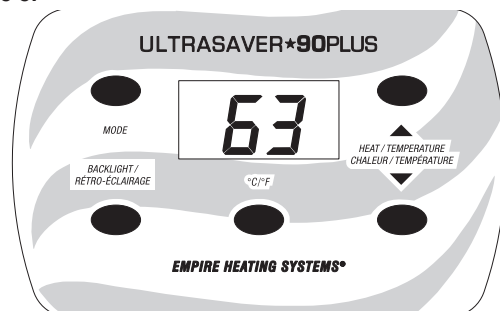

Figure 8
1. Pour contrôler l'appareil de chauffage en mode Local (thermostatique), appuyer trois fois sur le bouton Mode Select du panneau d'affichage depuis le mode Arrêt (Off). Le panneau d'affichage indiquera la température actuelle de la pièce. **Voir Figure 8.**